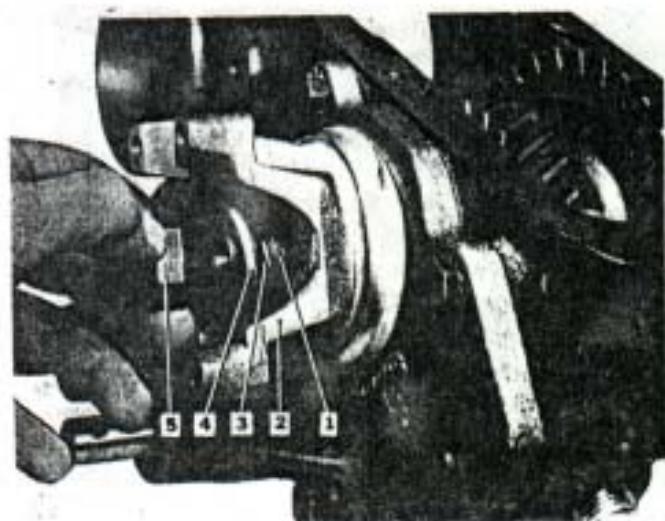

Fig. 305. - Instalando la brida del eje de salida delantero
- 10) Colocar sobre el eje (1, Fig. 305) la brida de la junta universal (2, Fig. 305), la guarnición de goma (3, Fig. 305), la arandela plana (4, Fig. 305) y la tuerca (5, Fig. 305).